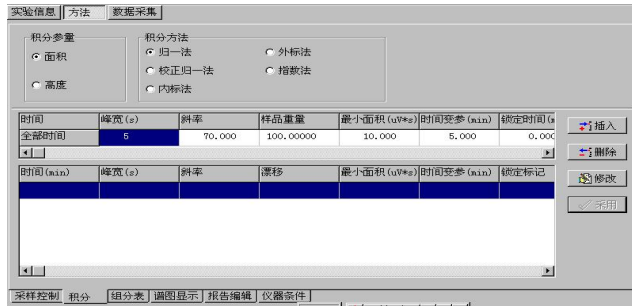

图 4-3
13. 单击方法，单击采样控制，根据实验情况修改采样结束时间为 30 分钟，取消采样结束自动打印报告（用鼠标单击该功能前的小方框，√消失为该功能取消）。选择文件保存方式为自动方式—前缀+计数，并输入文件前缀为 CXL。然后单击采用如图 4-3 示：